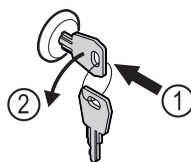

Fig. 176
- ▶ Vstavite ključ. Fig. 176 (1)
- ▶ Ključ obrnite v smeri proti urnim kazalcem za 90°. Fig. 176 (2)